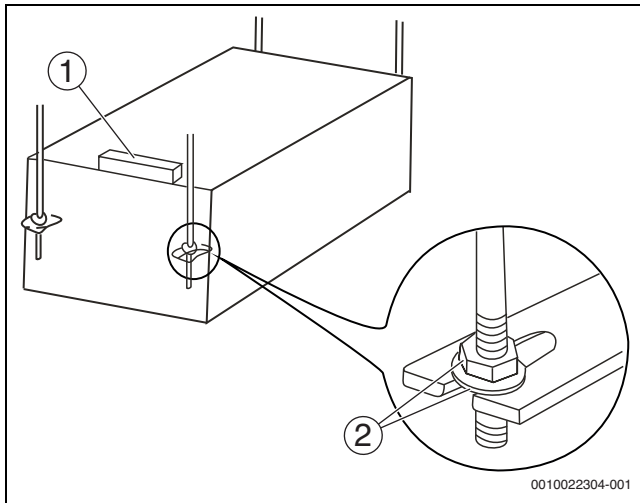

Рис. 10
3. Используйте уровень, чтобы расположить корпус блока горизонтально (→ рис. 10). (Запрещается наклонять блок в сторону от сливной системы. Следует наклонить его в сторону слива воды.)